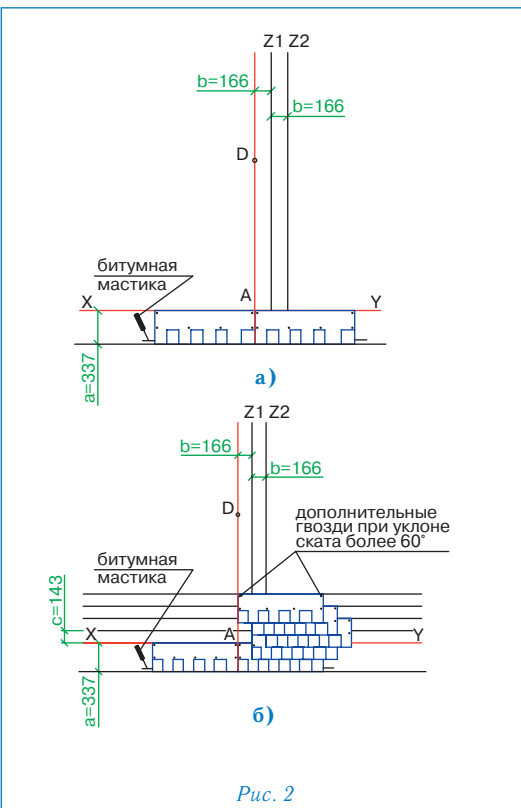

Рис. 2
Укладка материала (рис. 2)
- первый ряд черепицы укладывается от линии AD (рис. 2а);
- второй ряд укладывается от линии Z1 (со смещением 16,6 см от AD) (рис. 2б);
- третий ряд укладывается от линии Z2 (со смещением 16,6 см от Z1) (рис. 2б);
- четвертый ряд — от линии Z1 (рис. 2б);
- пятый ряд — от линии AD (рис. 2б);
Каждый лист черепицы МАСТЕР крепится 4 гвоздями таким образом, чтобы гвоздь прошивал и верхний край низлежащего листа черепицы МАСТЕР (рис. 2а,б).